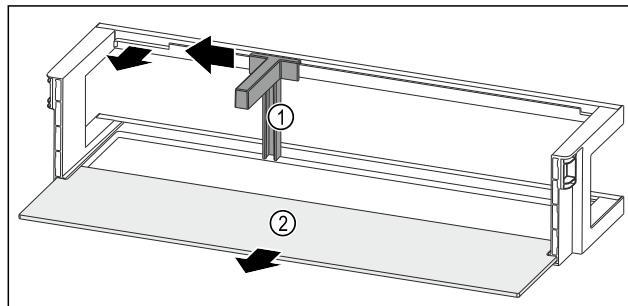

Fig. 84 Дверная полка с держателем для бутылок и съемной полкой
- Сместите держатель для бутылок Fig. 84 (1) до выемки в сторону.
- Извлеките держатель для бутылок Fig. 84 (1).
- Извлеките съемную полку Fig. 84 (2).